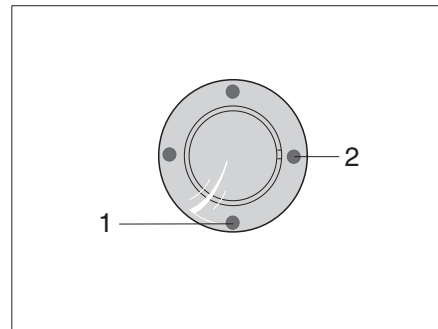
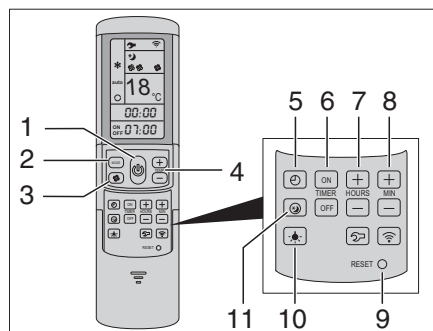

Bild 120 IR-mottagare/funktionsindikering
Bild 121 Fjärrstyrning
Klimatanläggningen är monterad på fordonets tak. Fjärrstyrningen (Bild 121) för klimatanläggningen finns i köket.
- Anslut fordonet till 230 V-försörjningen. Klimatanläggningen är driftklar. Den blåa lysdioden (Bild 120,1) lyser.
- Tryck på knappen (Bild 121,1) på fjärrstyrningen för att slå på. Den blåa lysdioden (Bild 120,1) blinkar.
- Ställ in önskat driftläge med knappen MODE (Bild 121,2).
- Ställ vid behov in önskat fläktsteg med knappen (Bild 121,3) och rumstemperaturen med knapparna (Bild 121,4).
Vid kylning: Nås den inställda temperaturen på fjärrstyrningen slocknar den blåa lysdioden (Bild 120,1), kompressorn stängs av och cirkulationsfläkten körs vidare.
Vid värme: Nås den inställda temperaturen på fjärrstyrningen slocknar den gula lysdioden (Bild 120,2), kompressorn stängs av och cirkulationsfläkten körs vidare. Om inställd rumstemperatur underskrids kopplar apparaten automatiskt om till värme.
- Tryck på knappen (Bild 121,1) på fjärrstyrningen igen.
- Slå på med knappen (Bild 121,1) på fjärrstyrningen för programmering av klimatanläggningen.
- Ställ in önskat driftläge med knappen (Bild 121,2) och rumstemperaturen med knapparna (Bild 121,4).
- Välj önskad funktion med knapparna (Bild 121,6).
- Välj önskad kopplingstid (15 minuter till 24 timmar) med knapparna (Bild 121,7 och 8).
- Bekräfta inställningen med knapparna "ON" eller "OFF" (Bild 121,6).